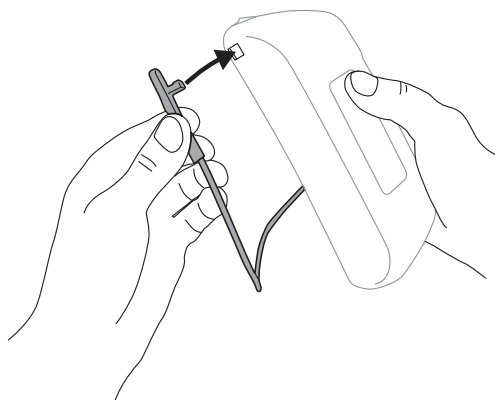

Fig. 31k
- x. Raccorder le câble de la lampe de travail à la pile et la faire glisser dans la pochette de la pile, en fixant le tout avec un système de fermeture à boucles et à crochets (Fig. 31k et 31l).